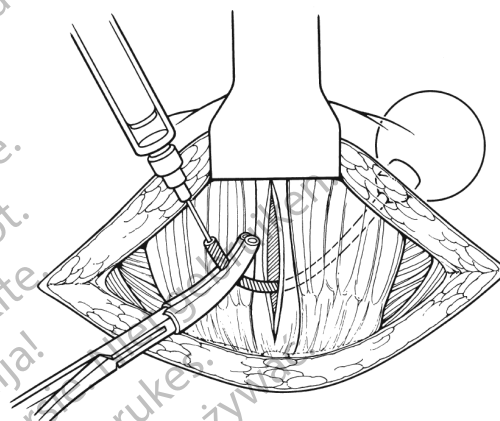

Figura 4-9. Encher o BRP e fechar a tubagem
16. Feche a tubagem (um entalhe apenas) a aproximadamente 3 cm da ponta com uma pinça hemostática com cobertura em tubo. (Figura 4-9)